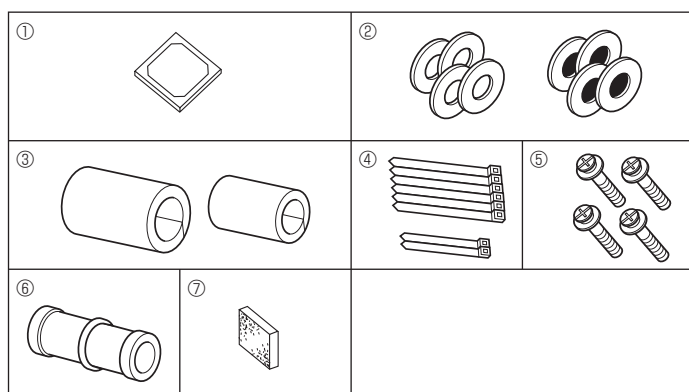

Fig. 4-1
4.1. Vérifier les accessoires qui accompagnent l'appareil intérieur (Fig. 4-1)